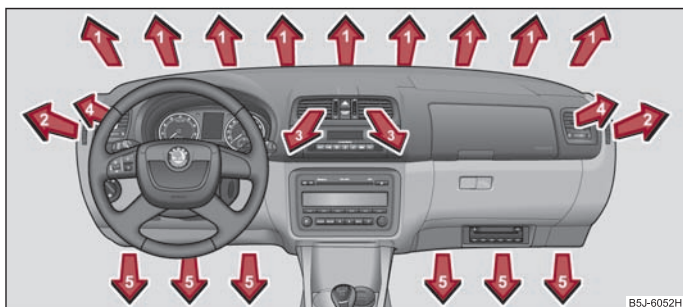

Abb. 90 Luftaustrittsdüsen
- Luftaustrittsdüsen **4** ⇒ Seite 80, Abb. 90.
- Wir empfehlen Ihnen die Luftaustrittsdüsen **3** ⇒ Seite 80, Abb. 90 in geöffneter Stellung zu belassen. ■
- Luftaustrittsdüsen 4 ⇒ Seite 80, Abb. 90.
- Wir empfehlen Ihnen die Luftaustrittsdüsen 3 ⇒ Seite 80, Abb. 90 in geöffneter Stellung zu belassen. ■